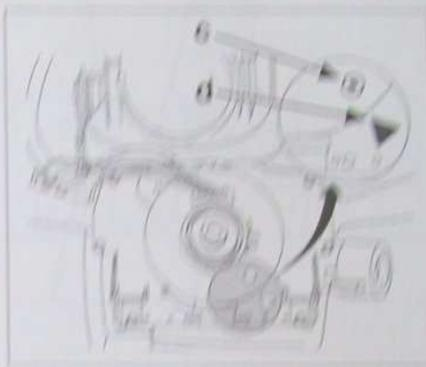

FIG. 5
• Tourner sans forcer le contacteur tournant jusqu'à lire le chiffre (0) au travers de l'ouverture (c). L'ouverture (c) du contacteur tournant doit être face à l'index (d) (fig. 5).